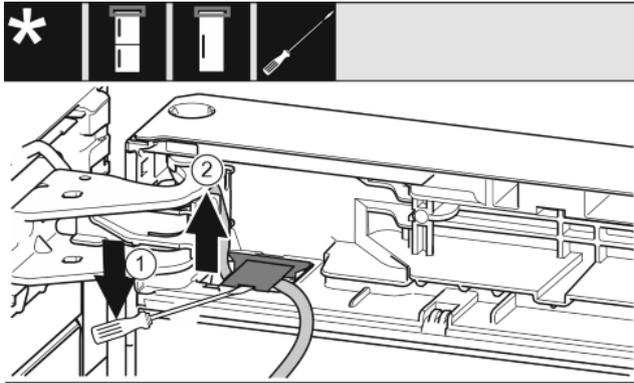

Fig. 17
- ▶ Soulever et retirer le cache à l'aide du tournevis plat. Fig. 17 (1)
- ▶ Retirer le câble. Fig. 17 (2)